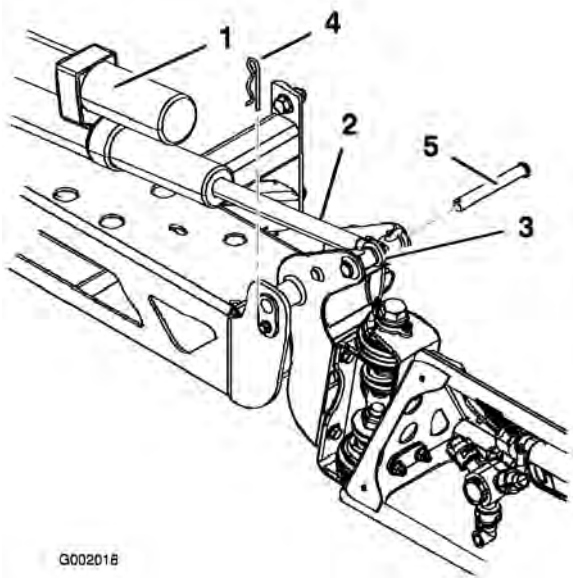

Bild 44
2. Nehmen Sie den Splint vom Scharnierstift ab (Bild 44).
3. Heben Sie das Spritzgestänge an und nehmen Sie den Splint heraus (Bild 44). Senken Sie das Spritzgestänge langsam auf den Boden ab.
6. Heben Sie das Spritzgestänge an, um das Scharnier mit der Aktuatorstange auszurichten. Halten Sie das Spritzgestänge fest und setzen Sie den Stift durch das Spritzgestängescharnier und die Aktuatorstange ein (Bild 44).